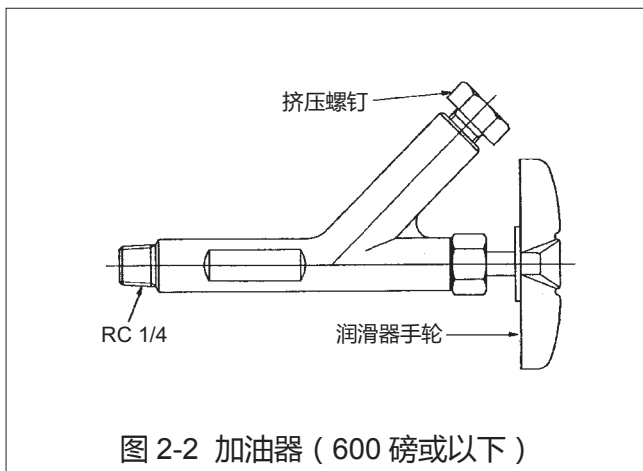

图 2-2 加油器 (600 磅或以下)
(4) 如果阀门附带如图 2-2 所示的加油器,请检查阀盖部分是否已被润滑。若要进行润滑,请松开加油器手轮然后转动挤压螺钉。如果挤压螺钉很容易转动,请按照以下提到的加油步骤加入润滑脂。(如果挤压螺钉转动起来很重,则说明已经加入了润滑脂。)